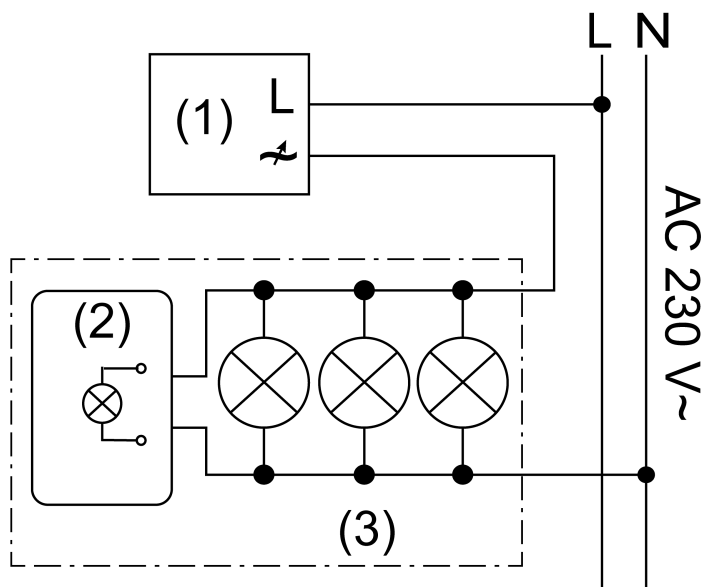
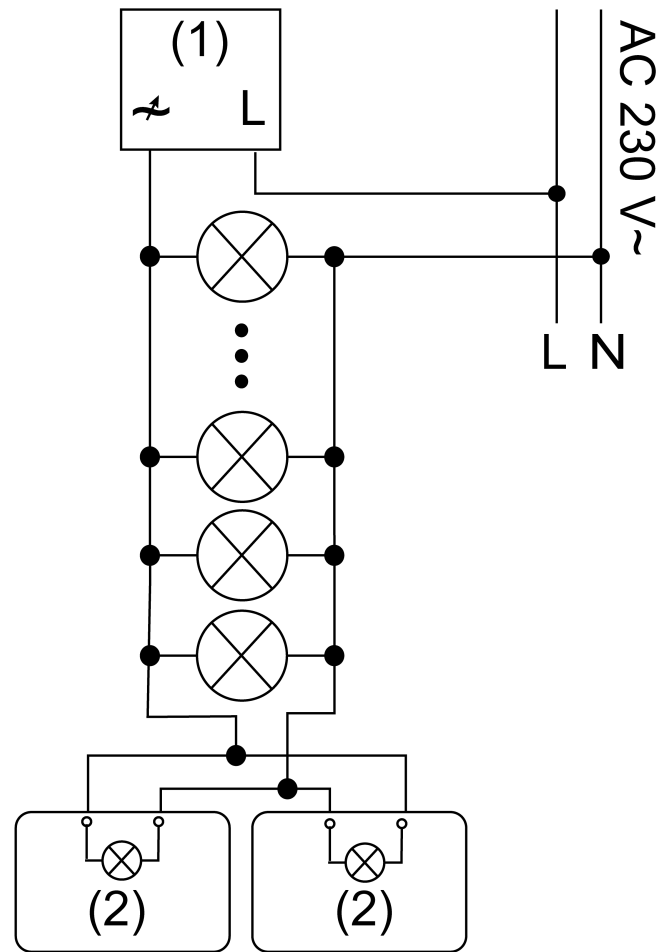

Bild 1: Anslutningsexempel i lamphuset
Bild 2: Anslutningsexempel med två moduler
- (1) Dimmer i bakkantsläge
- (2) Modul
- (3) Armatur med HV-LED-lampa
- Anslut modulen parallellt med LED-lampan til neutralledaren och den dimmade fasen, (se bild 1). Anslutningsexempel med två moduler i lamphuset, (se bild 2).